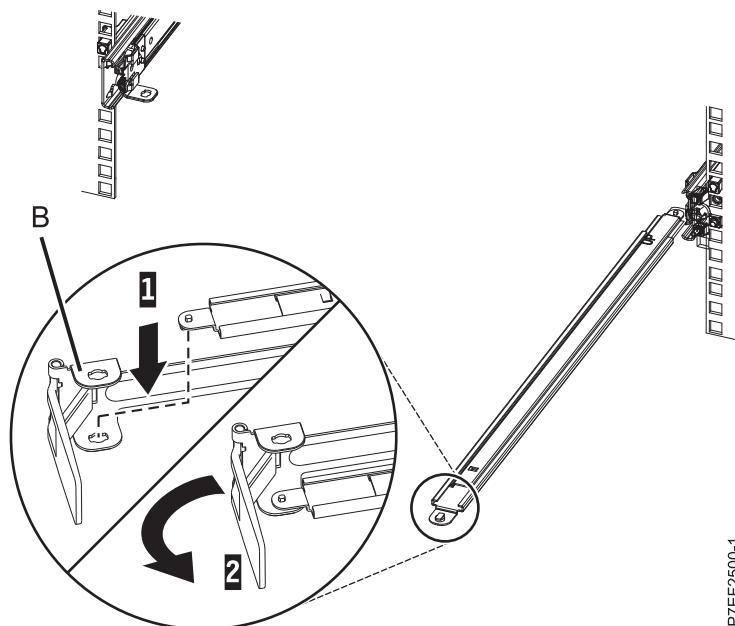

図 11. サポート・アームへのケーブル・マネジメント停止ブラケットの固定
3. L 字型のケーブル・マネジメント停止ブラケット **(B)** の下部内側の隅にある穴を見つけます。サポート・アーム先端の下面にあるロック用タブがブラケットの穴の位置に合うように、サポート・アームの接続されていない端の位置を合わせます。タブを穴 **(1)** に挿し込み、ブラケット **(2)** を回して、サポート・アームに固定します。詳しくは、9 ページの図 11を参照してください。